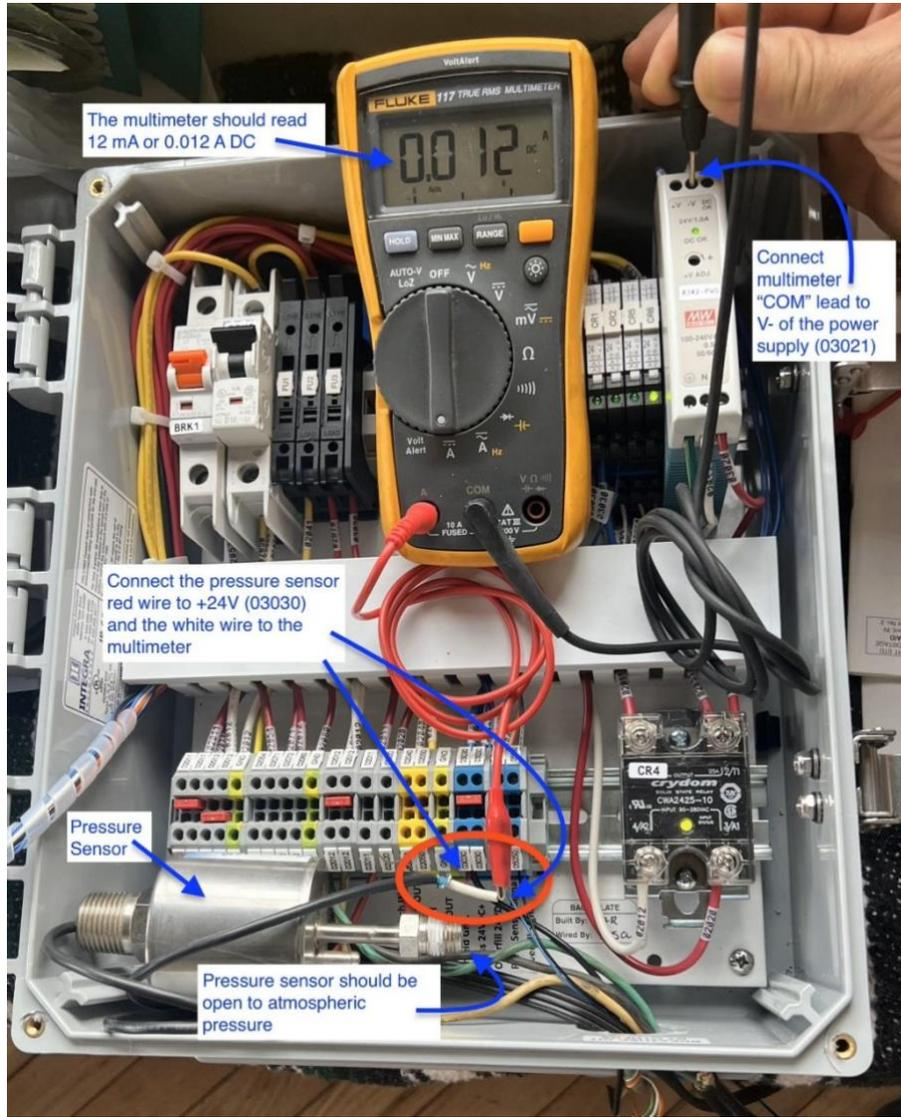

Figura 8-15: Ejemplo de conexión de multímetro y sensor de presión para prueba
- Usando un multímetro digital y un suministro de 24 VCC, puede verificar que el sensor de presión funcione correctamente. **Vea Figura 8-15.**
- El procedimiento de prueba del sensor de presión se puede realizar retirando el sensor de presión de la GREEN MACHINE y probando el en el Panel de control. **Vea Figura 8-15.**
**Vea Figura 8-15**